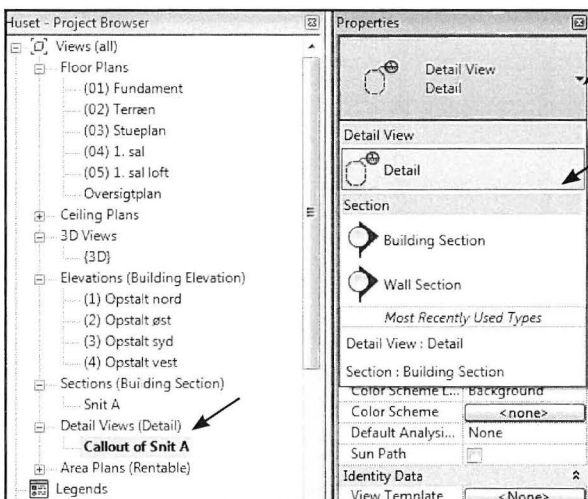

Fig. 15.05. Lav placeringen af detaljen om i *Properties*.
- Klik på dropdown menuen i *Properties*, når intet er markeret i tegningen (Fig. 15.05).
- Vælg *Detail* (Fig. 15.05).
Der opstår nu en ny kategori i *Project Browseren* der hedder *Detail Views* (Fig. 15.05).